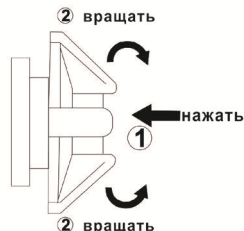

рис. 5
6.1 Наденьте маску на голову. Нажмите регулируемую ручку вниз (в заднем положении головы), одновременно вращая ее против часовой стрелки, чтобы увеличить длину окружности головного обруча, или по часовой стрелке, чтобы уменьшить длину окружности головного обруча (рис. 5).